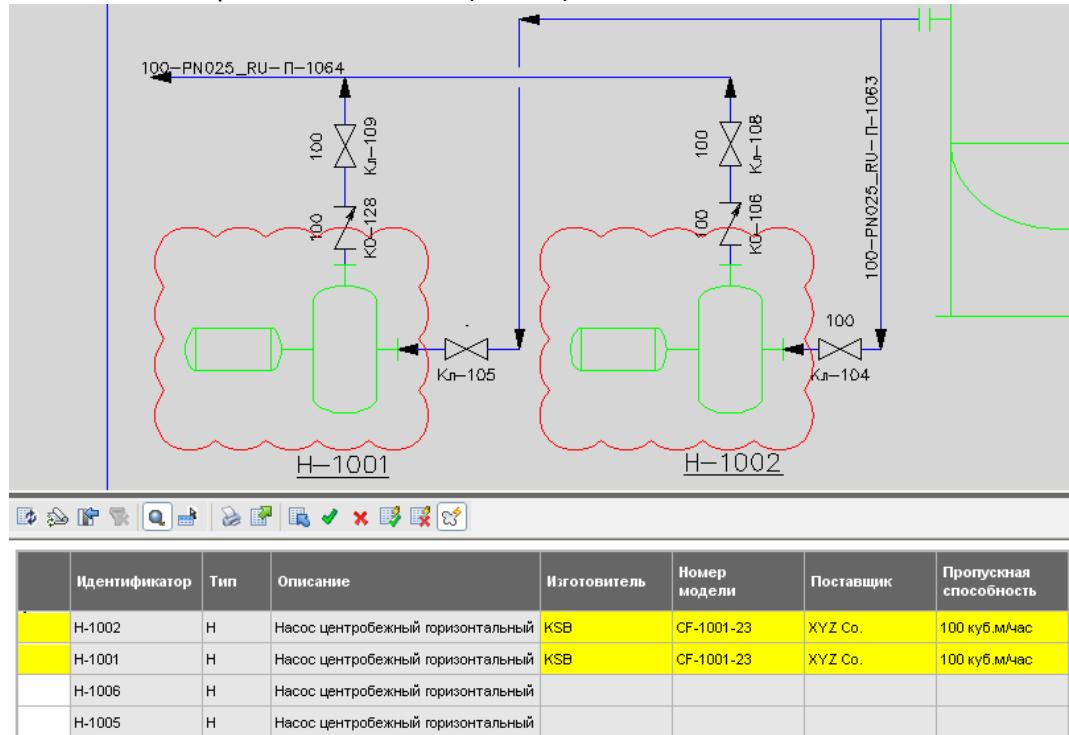

Рис. 39
- В **Диспетчере данных** все изменения подсвечиваются цветом, а на схеме помечаются красными облаками (Рис. 39).